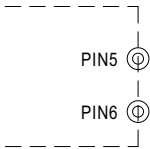

图 4.2 移除CN1的短路连接器
(2) 移除CN1的短路连接器,如图4.2所示,过载保护模式为持续恒电流限制